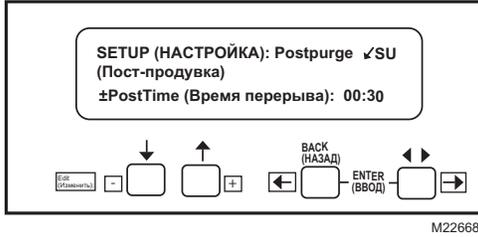

Рис. 14. Настройка времени пост-продувки.
12. На мгновение отобразится надпись Getting Data (Получение данных), а затем отобразится экран, показанный на Рис. 14.